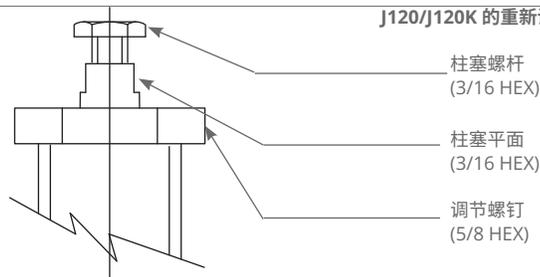

图 7
某些型号配备的是两件分体式可调柱塞 (见图 7)。如果一个 3/16" 六角螺钉安装在 1/4" 六角柱塞内, 则表示是这种柱塞。按照下方设定点操作步骤操作, 避免干扰间隙。间隙已在出厂前调节好, 对于开关的正常工作非常重要。仅在意外对柱塞进行了调节的情况下需要执行间隙调节步骤。
- 2 顺时针转动 5/8" 六角调节螺钉至大约中程处。这将对传感器施加负载, 露出柱塞六边平面。(见图 7)。